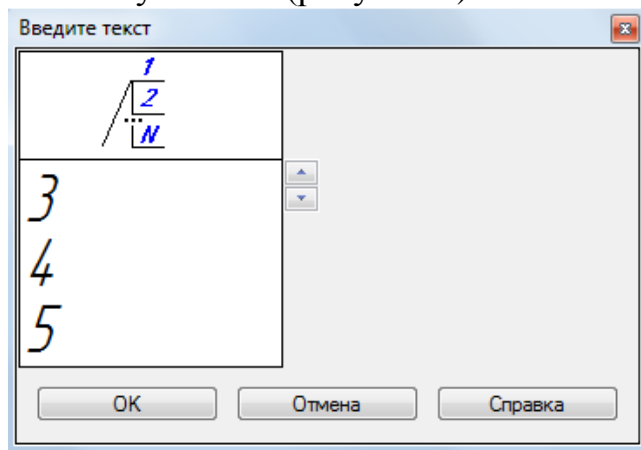

Рисунок 6.
16. Проставить позиции: **Обозначения** - **Обозначение позиций**. Выровнять их **по вертикали** . Первые номера присваиваются соединяемым деталям, а затем в алфавитном порядке нумеруются стандартные изделия. Для простановки многоярусной полки-выноски для стандартных изделий войдите в **Текст** - в появившемся окне **Введите текст** с клавиатуры последовательно ввести номера позиций для каждой полки, нажимая каждый раз после ввода числа клавишу **«Enter»** (рисунок 6).